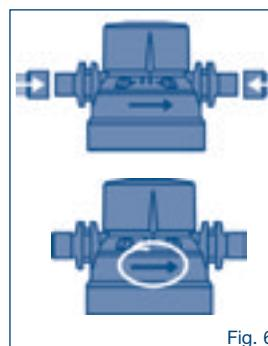

Fig. 6
- Rispettare la corretta direzione del flusso (vedi Fig. 6)